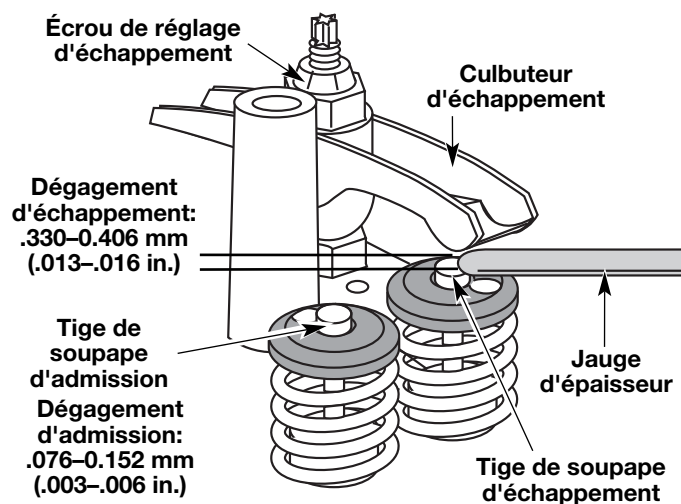

Fig. 67
Servez-vous d'une jauge d'épaisseur d'automobile standard de 0,127 et 0,381 mm (0,005 et 0,015 po). La jauge d'épaisseur devrait pouvoir glisser entre le culbuteur et la tige de soupape en rencontrant une faible résistance mais sans coller (Fig. 67).
- Tournez l'écrou de réglage à l'aide d'une clé de 8 mm (5/16 po) ou d'un tournevis à embout hexagonal (Fig. 67).